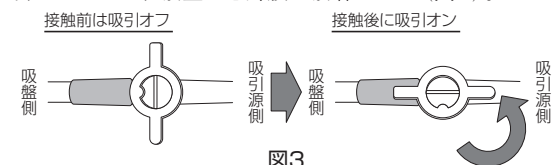

図3
8. 本品の吸盤を心外膜に接触させてから、コックを操作して吸引をオンにし、吸盤を心外膜に吸着させる (図3)。